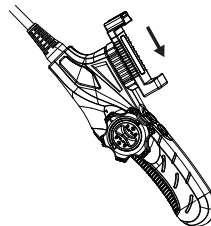

Рис.4
- 2) Сдвиньте держатель мобильного телефона вниз в направлении стрелки на рис. 4, установите его на место.